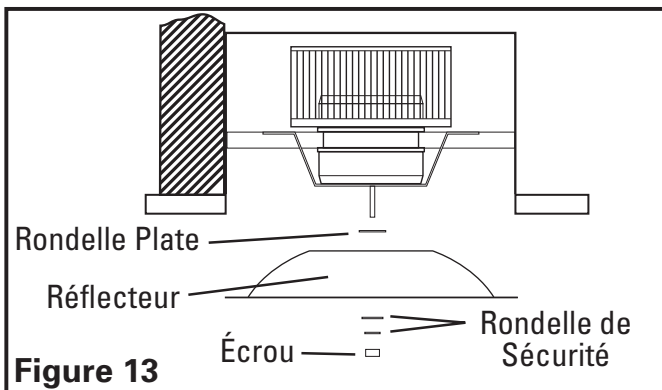

Figure 13
3. Réinstaller le réflecteur de lumière en le fixant en place sur les boulons de montage avec les rondelles, puis le réflecteur, les deux rondelles de sécurité et le boulon du réflecteur. Serrer entièrement le boulon (**Figure 13**).